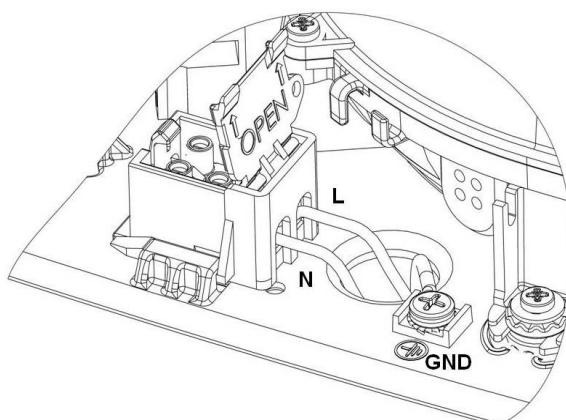

Fig. 5
Die Elektroinstallation wird durch vorbereitete Kabelkanäle vorgenommen (siehe Abbildung 5), wie im Folgenden ausgeführt:
2. Schließen Sie die Leitungs- und Erdungskabel (3 Kabel 16 AWG 1.31 mm2) durch das Eintrittsloch an der Unterseite Ø 22 mm (Ø 0.87“) an, wie in Abbildung 5 zu sehen.
4. Schließen Sie die beiden Phasen (N und L) an die Klemmleiste und das Erdungskabel an die Schraube des Erdungspunktes (Klasse I) an, gemäß Abbildung 5.